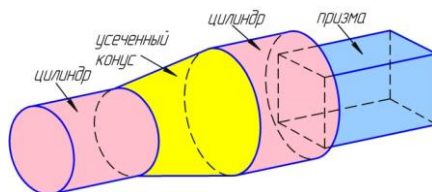

Рис. 1 Анализ формы детали
**прямоугольник**  на **Панели инструментов геометрии** . На **Панели свойств** задаем размеры высота 120 мм, ширина 90 мм и ставим прямоугольник на формат рис.1.
**Форма отчетности:** - на формате А3 построить три вида детали и объемное изображение с рисунка модели рис. 1.Образец выполнения рис. 1.